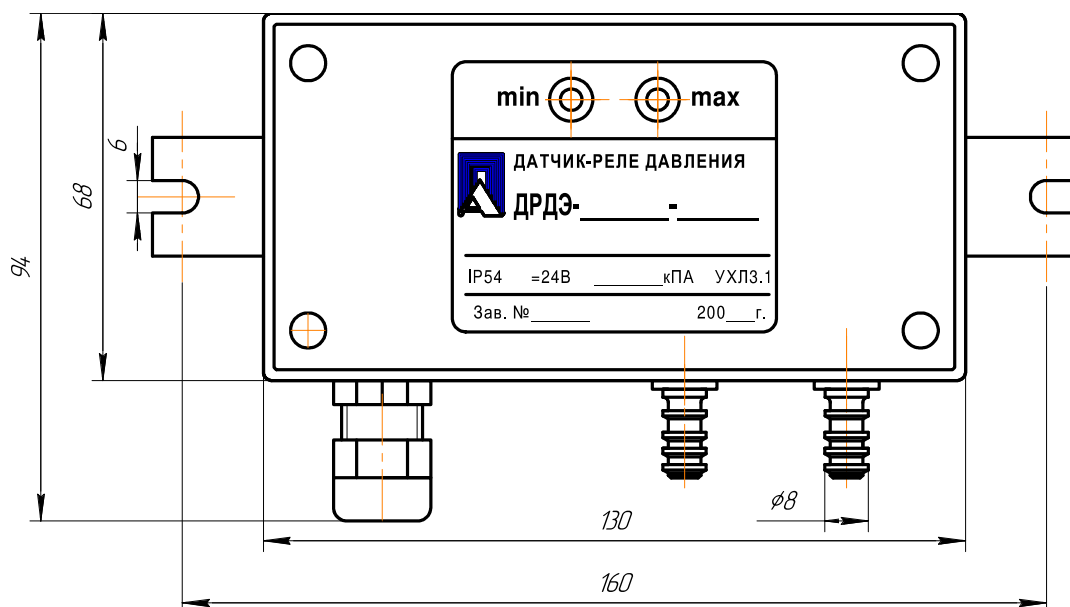

Рис.1. Общий вид ДРДЭ.
5.1. Общий вид реле представлен на рис. 1.
9.3.1. Собрать рабочее место согласно рис. 4, снять крышку; отвинтив 4 винта (рис.1) и подключить контакты колодки ХТ1 реле согласно схеме проверки: